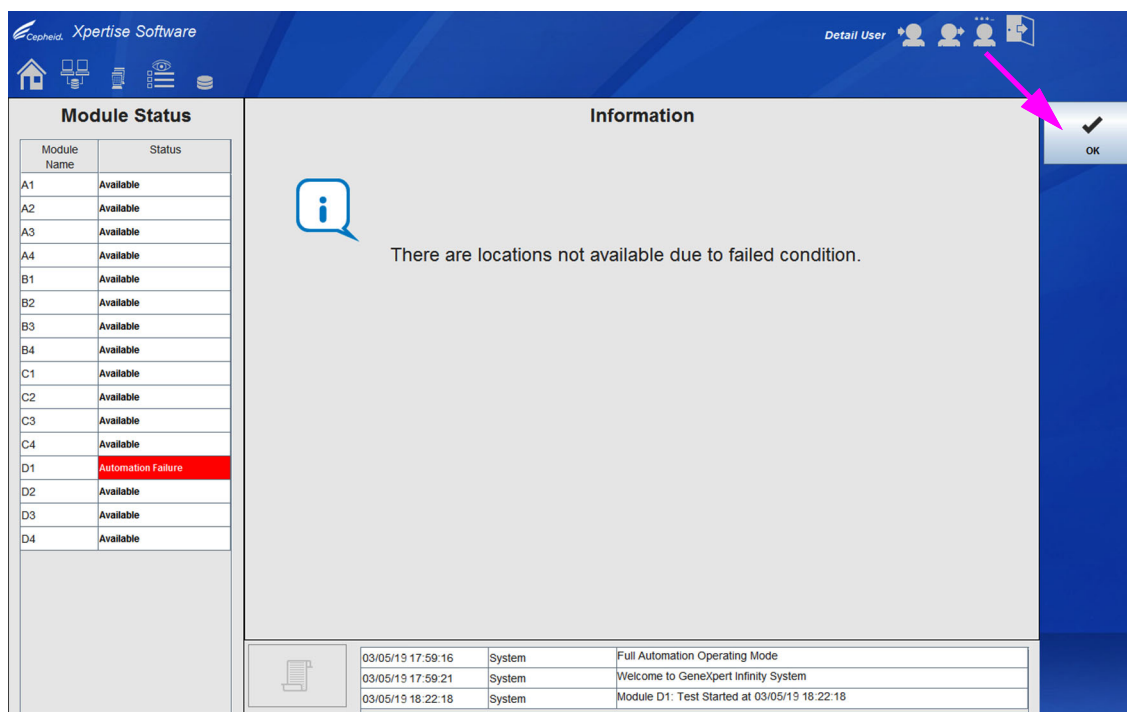

图 9-84. 指示自动化操作故障位置的信息 (Information) 工作区
如果存在有故障的位置，将显示信息 (Information) 工作区，指示有故障位置，它们不可使用。请参见图 9-84。选择**确定 (OK)** 按钮以关闭信息 (Information) 工作区。使用自动化操作故障工作区清除问题。只有管理员级用户可以访问自动化操作故障工作区。